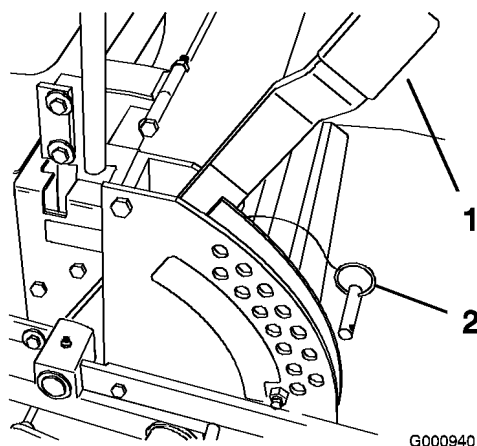

Figura 17
1. Alzate la leva dell'altezza di taglio in posizione di trasporto (anche la posizione di 127 mm dell'altezza di taglio) (Figura 17).
2. Per regolare, spostate il perno con testa dalla staffa dell'altezza di taglio (Figura 17).
3. Nella staffa dell'altezza di taglio scegliete un foro corrispondente all'altezza richiesta, ed inserite il perno con testa (Figura 17).